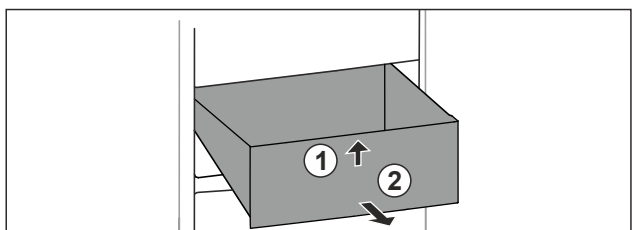

Fig. 101
- ▶ Løft skuffen fremefter. Fig. 101 (1)
- ▶ Tag skuffen ud fremefter. Fig. 101 (2)